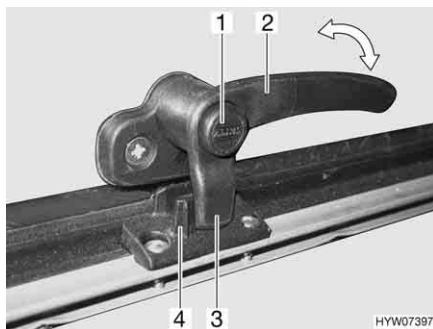
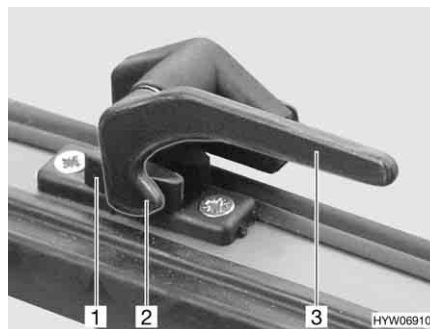

Bild 79 Låsarm med låsknapp i läget "stängd"
Bild 80 Låsarm i läget "stängd"
- Tryck på låsknappen (Bild 79,1) om sådan finns och håll den nedtryckt.
- Sväng låsarmen (Bild 79,2 eller Bild 80,3) ett kvarts varv mot fönstrets mitt.
- Sväng låsarmen (Bild 79,2 eller Bild 80,3) ett kvarts varv mot fönsterkarmen. Låsspaken (Bild 79,3 eller Bild 80,2) på låsarmen sitter helt på fönsterlåsets insida (Bild 79,4 eller Bild 80,1).
- I läget "helt stängt" (Bild 79 och Bild 80)